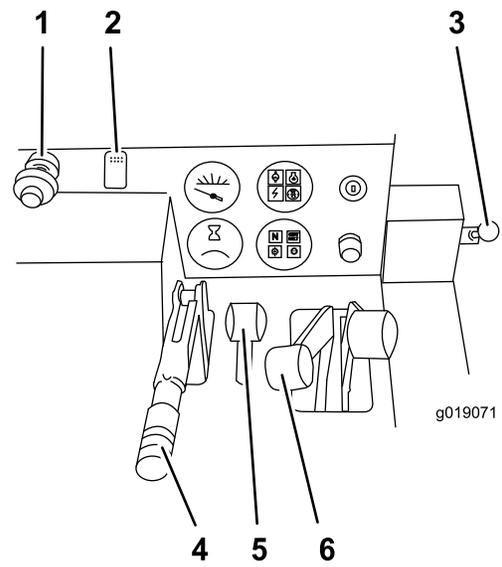

Figure 16
2. Lorsque le moteur est chaud, tirez la commande d'accélérateur en position pleins gaz (Figure 16).
3. Si la machine est équipée d'une trancheuse, amenez le levier sélecteur en position d'enfouisseuse de câbles (Figure 16).